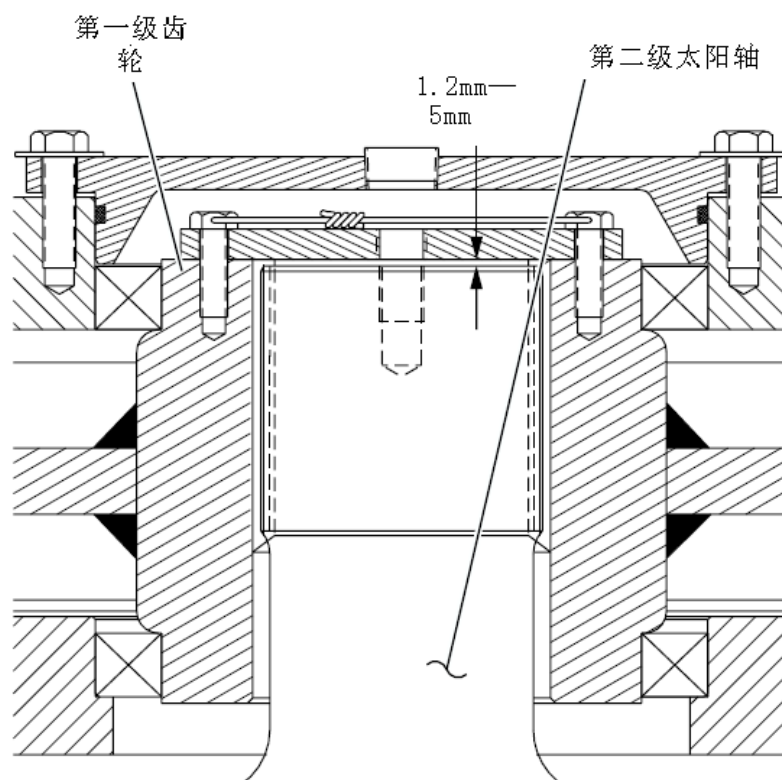

Рис.3 Осмотр износа сферического верхнего блока и износостойкого подпятника
Проверка редуктора поворота должна проводиться в установленные сроки (см. рис. 3).
- А. Снять резьбовую пробку (15) с крышки (9);
- В. Такелажный болт М16 длиной 200 продеть через отверстие резьбовой пробки и вкрутить в резьбовое отверстие конца солнечного вала второй ступени (11);
- С. Отметить вдоль фланцевой (9) горизонтальной поверхности место, куда должен вкручиваться болт, с помощью специального оборудования поднять солнечный вал (вес около 110 кг) до верха заслонки конца вала, измерить расстояние подъема;
- Д. Если расстояние, указанное на рис.3, превышает 5 мм, следует связаться со специалистом по техническому обслуживанию или вернуть на завод для замены сферический верхний блок (36) подпятник (37).
Перевод иероглифов на Рис.3 «Осмотр износа сферического верхнего блока и износостойкого подпятника»: